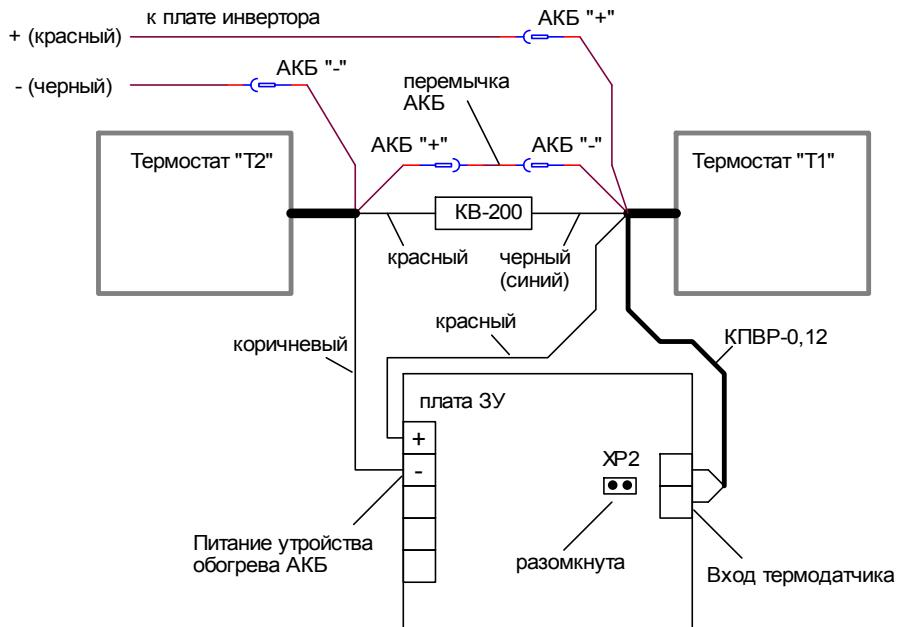

Рис. 4
- соблюдая полярность, подключите АКБ — провод красного цвета к клемме «ПЛЮС» одного аккумулятора, провод другого цвета к клемме «МИНУС» другого аккумулятора (см. Приложение, рис. 4).
- при необходимости подключите устройство обогрева АКБ к контактам выходной колодки «Устройство обогрева АКБ» соблюдая полярность, как показано в Приложении, рис. 4 (изучите внимательно руководство по эксплуатации устройства обогрева АКБ);
- Подключите аккумуляторную батарею (соедините аккумуляторы в АКБ перемычкой (входит в комплект поставки) согласно Приложению, рис. 4.